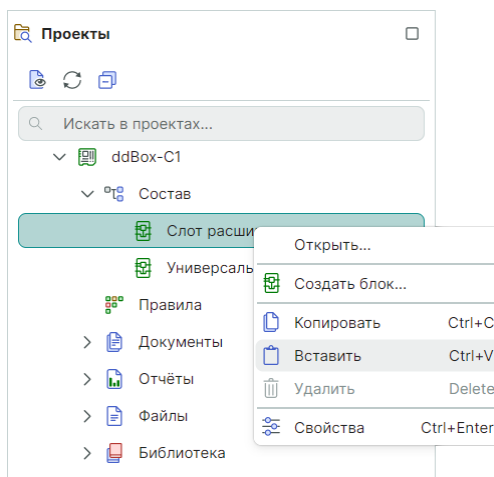

Рис. 250 Вставка блока в тот же проект
2. В текущем проекте в дереве проектов «Проекты» → «Состав» вставьте блок из буфера, см. Рис. 250.